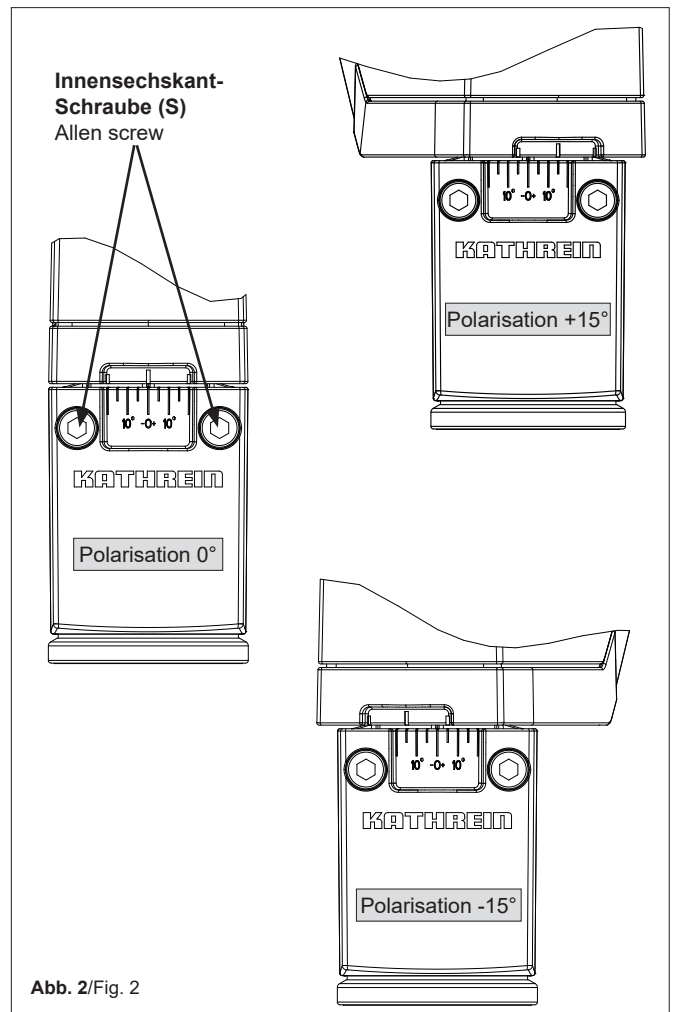

Abb. 2/Fig. 2
Polarisations-Voreinstellung (Abb. 2)
1. Beide Innensechskantschrauben (S) lockern.
2. Durch Drehen des Speisesystems die Referenzmarke auf den Wert lt. Polarisations-Voreinstellungs-Tabelle einstellen (siehe Abb. 2)
3. Die Innensechskantschrauben (S) gleichmäßig im Wechsel festziehen. Anzugsdrehmoment: max. 4,5 Nm
Setting the polarisation (Fig. 2)
1. Loosen both Allen screws (S).
2. Turn the feed system to set the reference mark to the value given in the polarisation pre-setting table. (see fig. 2)
3. Tighten the Allen screws (S) evenly, alternating between both. Torque: max. 4.5 Nm